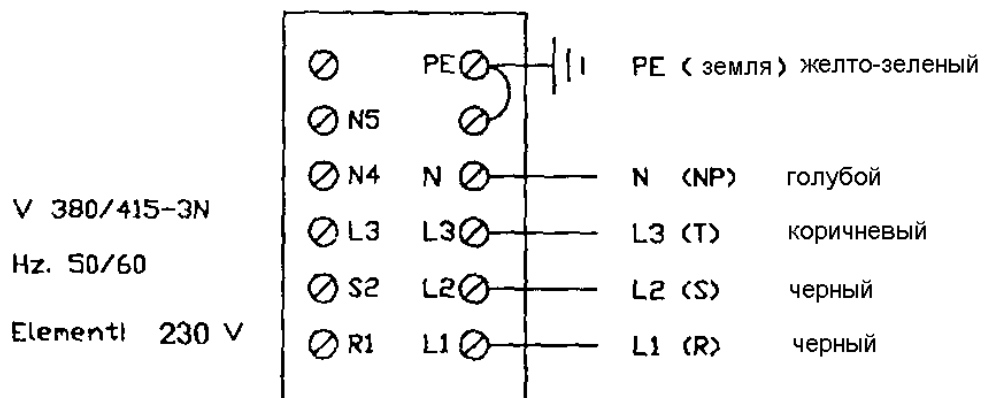

Рис. 17
**ВНИМАНИЕ: НИКОГДА НЕ РАЗРЫВАЙТЕ ПРОВОД ЗАЗЕМЛЕНИЯ (Желто-Зеленый) (Рис. 17).**